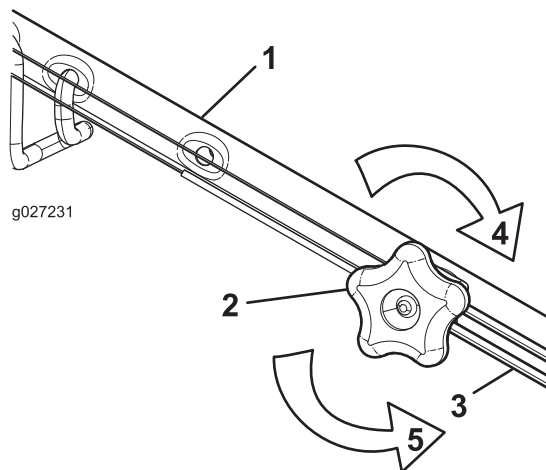

Bild 25
1. Drehen Sie das Handrad nach links, um die Zueinstellung zu lösen (Bild 25).
2. Stellen Sie die Spannung des Zugs (Bild 25) ein, indem Sie ihn zurückziehen oder nach vorne drücken und dann in dieser Stellung arretieren.